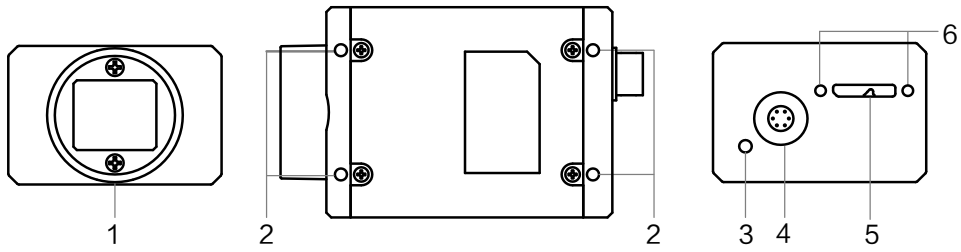

图1-1 29 mm × 44 mm × 59 mm
- 图 1-1 为尺寸 29 mm × 44 mm × 59 mm 的 USB3.0 工业面阵相机外观。